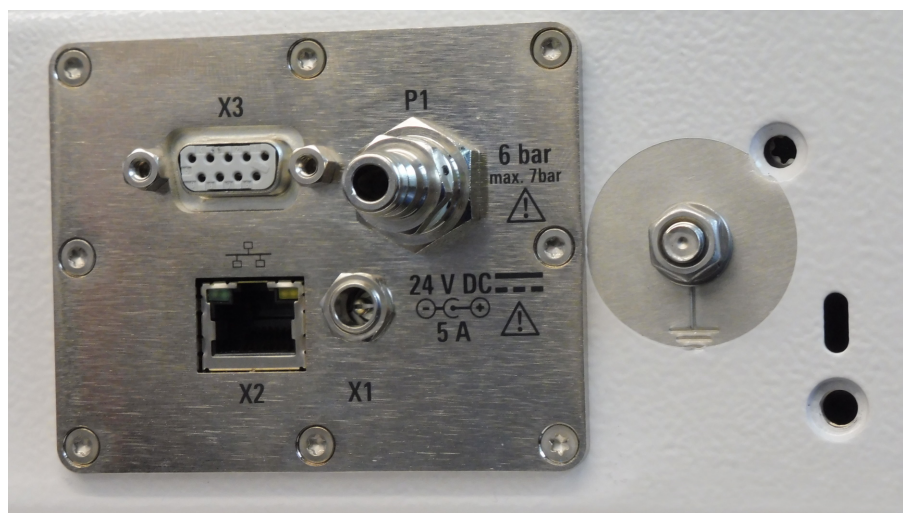

Bild 6-6: Ström- och styrpanel
Snabbkopplingen [P1](se bild 6-6) levereras med en extra tryck-drag-adapter till flexibel slang med 6 mm diameter.
1. För fjärrstyrning via en **serieport** ska en RS-232-kabel anslutas från ditt styrsystem till D-Sub 9-uttaget (se **[X3]** in bild 6-6).
2. För fjärrstyrning via **Ethernet** ska en LAN-kabel anslutas från ditt styrsystem till RJ45-uttaget (se **[X2]** in bild 6-6).